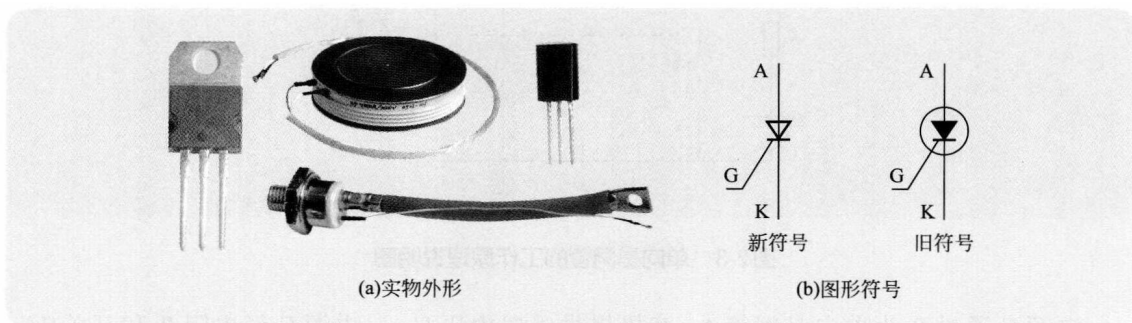

图 2-1 单向晶闸管
单向晶闸管是晶体闸流管的简称，又称可控硅整流器 (Silicon Controlled Rectifier, SCR)，俗称可控硅。单向晶闸管有 3 个电极：阳极 (A)、阴极 (K) 和门极 (G)。图 2-1 (a) 为一些常见单向晶闸管的实物外形，图 2-1 (b) 为单向晶闸管的图形符号。